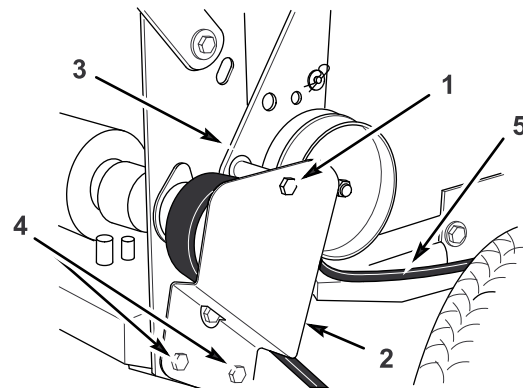

Figure 40
1. Enlevez la vis de fixation supérieure du support et de la patte de la poulie de tension au bâti arrière (Figure 40).
2. Desserrez suffisamment les deux vis de fixation inférieures pour permettre à la courroie de passer entre la poulie d'entraînement et le support de la poulie de tension (Figure 40).
- Montez la vis de fixation supérieure du support et de la patte de la poulie de tension au bâti arrière (Figure 40).
- Serrez suffisamment les deux vis de fixation inférieures pour permettre à la courroie de passer entre la poulie d'entraînement et le support de la poulie de tension (Figure 40).